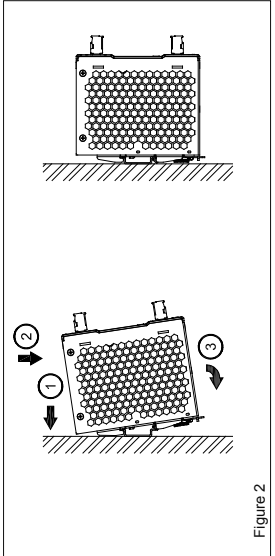

Figure 2
3. Montage (Abb. 2)
Ziehen Sie das Gerät in DIN-Schiene, wie in Abb. 2 dargestellt:
- 3. Mounting (Fig. 2)**
- Snap on the DIN rail as shown in Fig. 2: